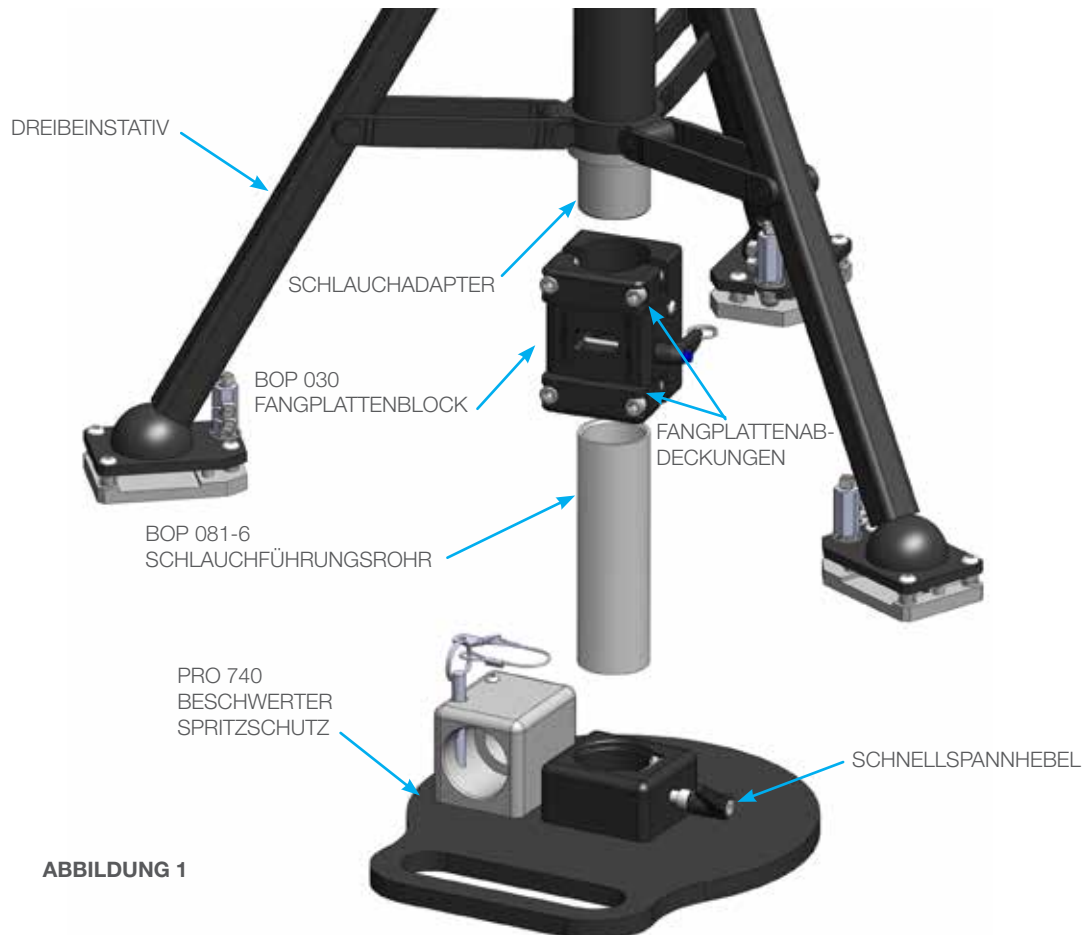

ABBILDUNG 1
1. Montieren Sie den BOP 300-Fangplattenblock am Dreibeinstativ. Lösen Sie die beiden Schrauben an einer der beiden Fangplattenabdeckungen mit einem 1/4"-Inbusschlüssel. Schieben Sie den BOP 030-Fangplattenblock auf den am unteren Ende des Dreibeinstativs befindlichen Schlauchadapter. Ziehen Sie die beiden Schrauben an der Fangplattenblockabdeckung fest, bis sie fest sitzen. Der BOP 030-Fangplattenblock kann auch dann am Dreibeinstativ montiert bleiben, wenn er sich nicht in Gebrauch befindet. **(Abbildung 1).**
2. Befestigen Sie das BOP 081-6-Schlauchführungsrohr am BOP 030-Fangplattenblock. Lösen Sie die beiden Schrauben an der anderen Fangplattenabdeckung mit einem 1/4"-Inbusschlüssel. Schieben Sie das Schlauchführungsrohr auf den Fangplattenblock und ziehen Sie die beiden Schrauben an, bis sie fest sitzen. **(Abbildung 1).**
3. Bringen Sie den beschwerten PRO 740-Spritzschutz am BOP 081-6-Schlauchführungsrohr an. Lösen Sie die beiden Schrauben an der anderen Fangplattenabdeckung mit einem 1/4"-Inbusschlüssel. Schieben Sie den beschwerten Spritzschutz auf das Schlauchführungsrohr und ziehen Sie den Schnellspannhebel an, bis er fest sitzt. **(Abbildung 1).**